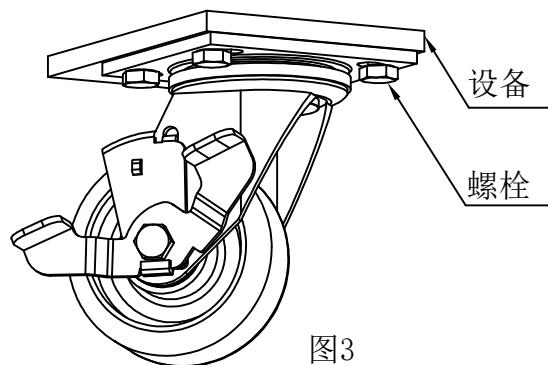

图3
②逐步安装全部螺栓，根据使用环境调平四角后固定全部螺栓，如图3所示；